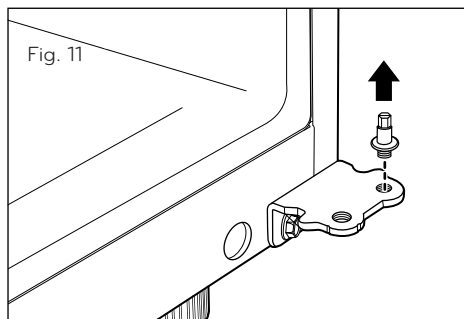

Fig. 11
- Insérez l'axe de charnière supérieure dans l'orifice prévu à cet effet dans la partie supérieure de la porte. Alignez ensuite le support de la charnière avec les orifices prévus pour recevoir les vis sur la partie supérieure du réfrigérateur. Utilisez les 3 vis pour fixer de nouveau la charnière et la porte (voir Fig. 11).
- Retirez les rondelles de l'axe de la charnière inférieure. desserrez et retirez L'axe de la charnière inférieure en utilisant la Clef Allen Hexagonale 1/4 pouces (voir Fig. 11).